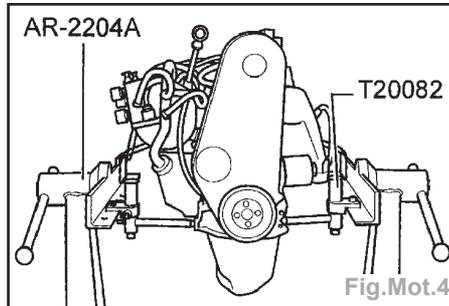

Fig.Mot.4
- Pour la repose, il faut fixer le moteur sur le pied de montage, en utilisant le support de moteur Ar-2204A avec les brides T20082 (Fig.Mot.4).
- Pour la repose, il faut fixer le moteur sur le pied de montage, en utilisant le support de moteur **Ar-2204A** avec les brides **T20082** (Fig.Mot.4).